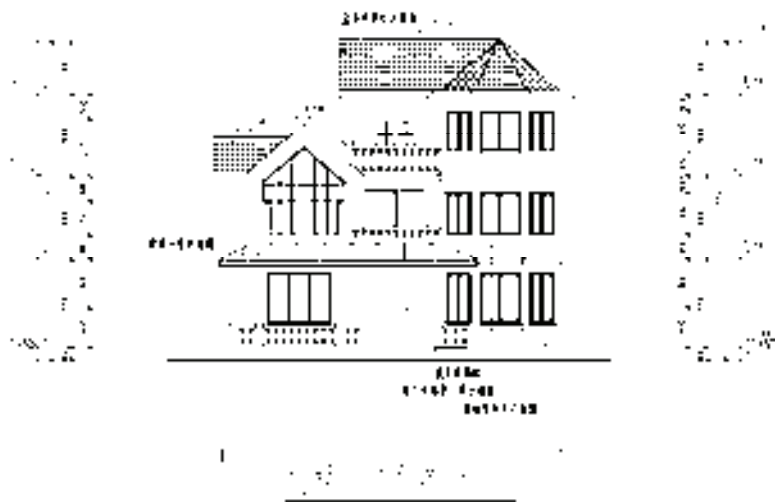

图 13-206 图名标注
3) 图名标注。调用“图名标注”命令，在弹出的“图名标注”对话框中设置参数，点取标注的插入位置，即可添加图名标注，结果如图 13-206 所示。